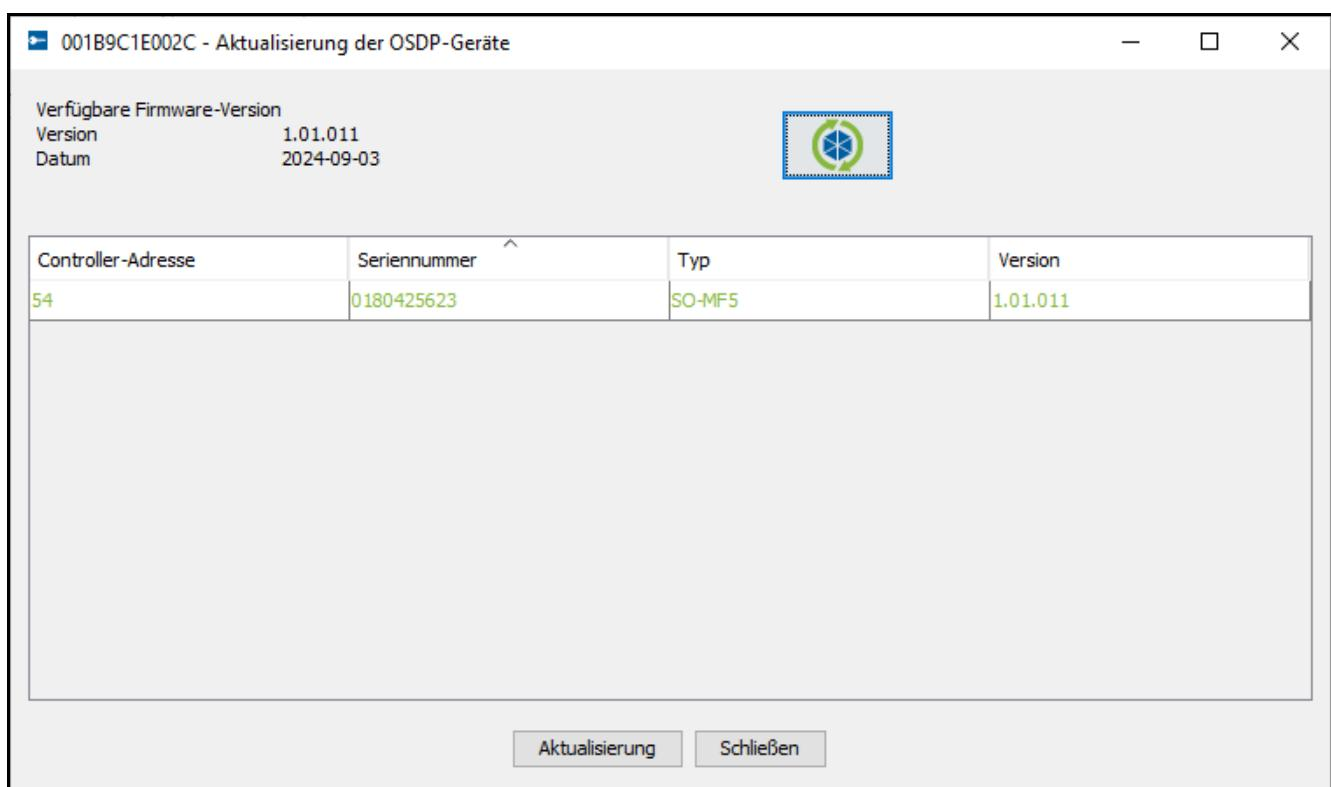

Abb. 29. Aktualisierung der Firmware der OSDP-Geräte.
3. Es wird ein Fenster mit der Information über die verfügbare Firmwareversion und der Tabelle mit den Daten der OSDP-Geräte angezeigt (siehe: Abb. 29).